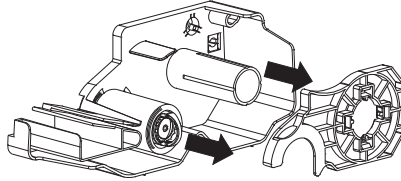

Fig.4
4) fig.4와 같이 픽업스풀어셈블리(Pick-Up Spool Assembly)와 페이퍼 가이드(Paper guide)를 카트리지에서부터 빼낸다.